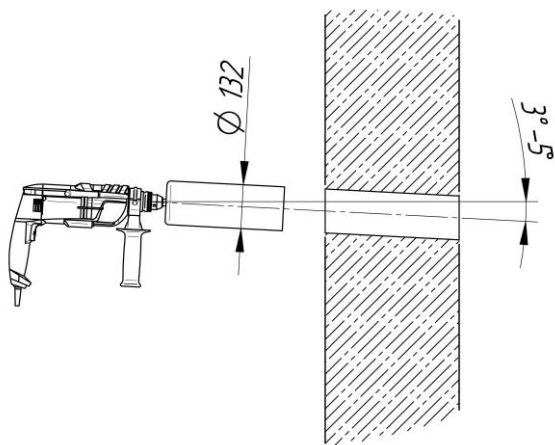

Рис. 13
2. Просверлите отверстие коронкой  $\Phi 132$ , обеспечив уклон канала 3-5 градуса в сторону улицы для стока конденсата, см. Рис. 13